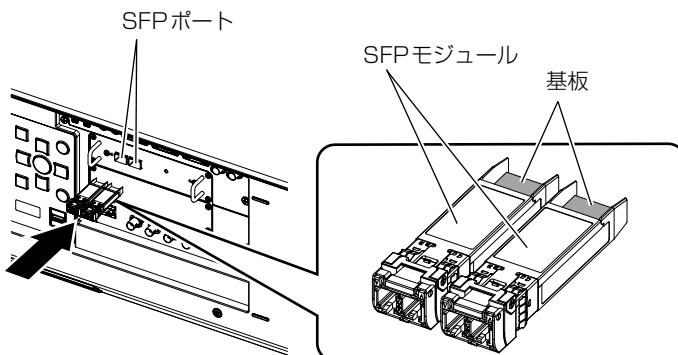

図1
2) SFP モジュールを SFP ポートに取り付ける（図 1）